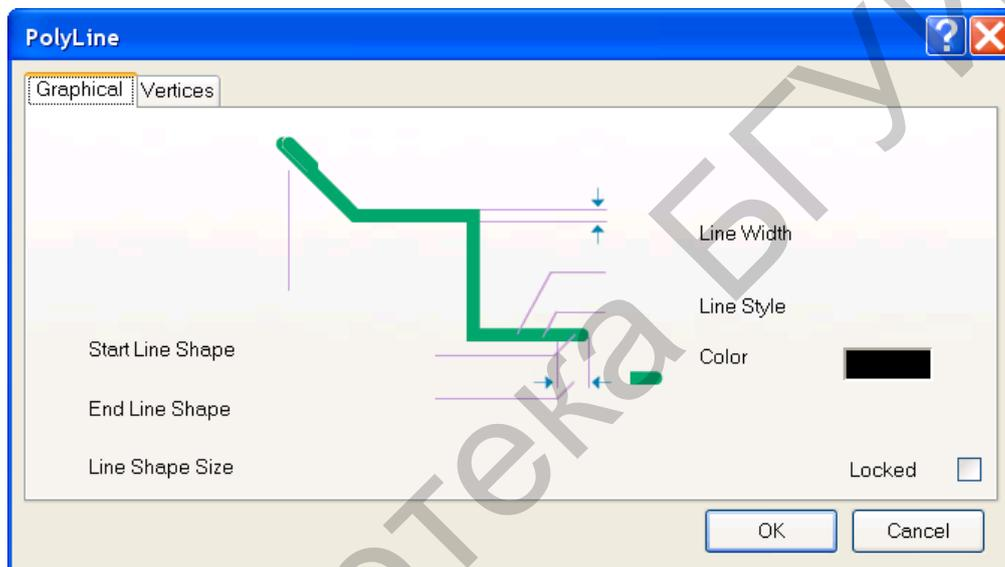

Рис. 12. Свойства линии
2. Клавишей Tab активизировать функцию настройки ширины линии. Открывается диалоговое окно настройки PolyLine (рис. 12).